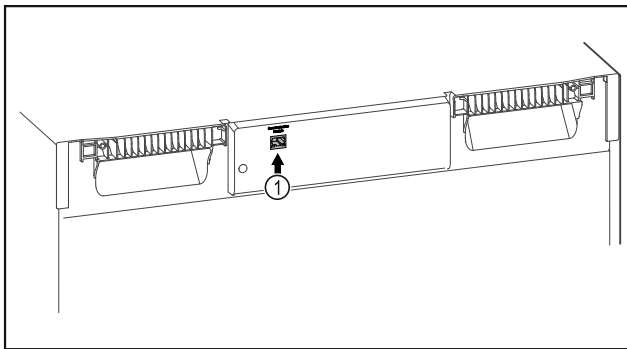

Fig. 126
- SmartModule Fig. 126 (1) er satt inn.